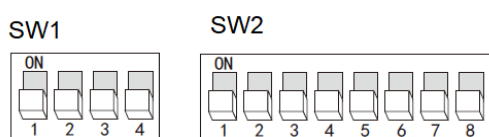

Рис.2.26
- Внимание ! Перед запуском произвести настройку шлюзов адаптеров DIP- переключателями (рис.2.26).